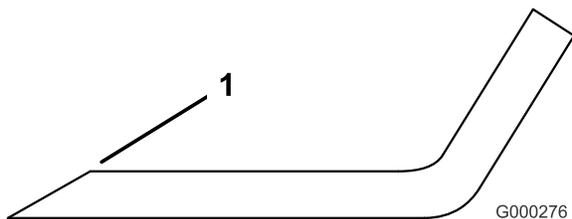

Figura 97
- Utilice una lima para afilar el filo de corte en ambos extremos de la cuchilla (Figura 97).